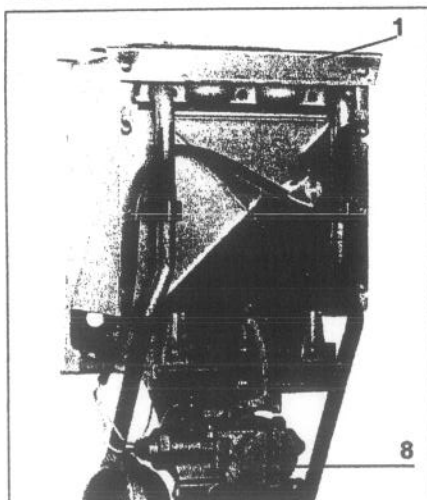

Fig. 6
- obturer le déflecteur "1" (fig. 6) à l'aide d'une plaque métallique qui recouvre la totalité du déflecteur et en même temps ouvrir un robinet d'eau chaude.